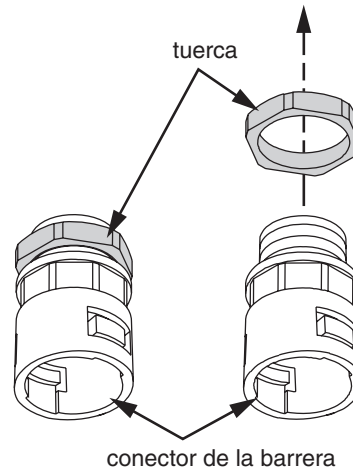

Figura 3: Desmontaje de la tuerca del conector de la barrera
1. Quite la tuerca del conector de la barrera (vea la Figura 3).